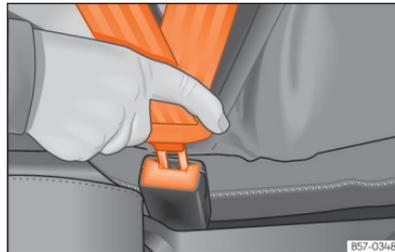

Abb. 26 Schloszlunge des Sicherheitsgurts in das Gurtschloss einstecken.
- Schloszlunge fest in das zum Sitzplatz gehörende Gurtschloss stecken »» [Abb. 26].